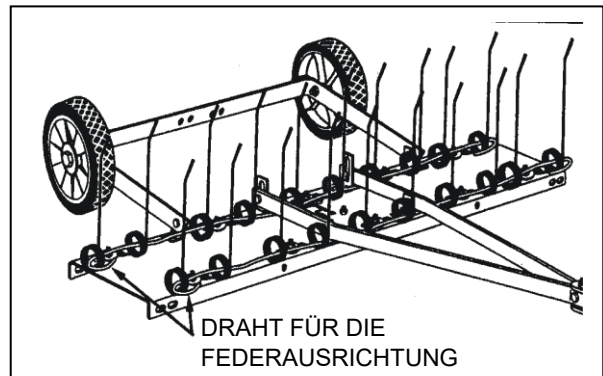

ABB. 8
14. Ziehen Sie die Ausgleichsdrähte an der vorderen und hinteren Zinkenreihe zwischen den Aufhängungsarmen und der Zinkenabdeckung durch. Sichern Sie die Drähte an beiden Enden so, indem Sie sie Verbiegen. Siehe Abb. 8.